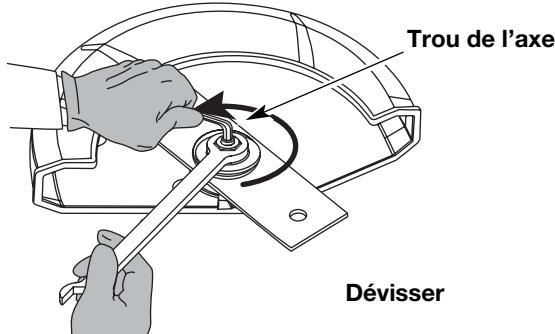

Fig. 15
1. Placez une clef Allen de 5/16" dans le trou de l'axe (Fig. 15).
2. Tout en tenant la clef Allen en place, dévisser l'écrou avec une clef de 15/16" en le dévissant dans le sens inverse des aiguilles d'une montre. (Fig. 15).